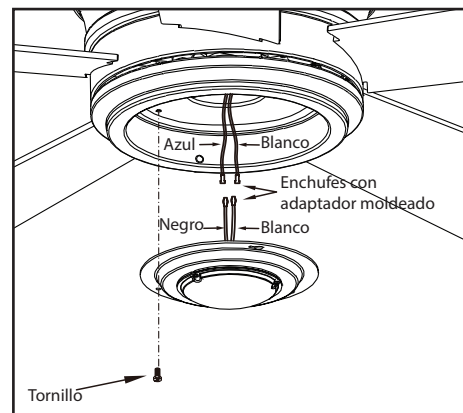

Figura 15
3. Quita un tornillo de la carcasa del kit de luces y afloja, pero no quites, los otros dos. Conecta los cables del conjunto del soporte del kit de luces a los cables del conjunto motor-ventilador uniendo los enchufes moldeados del adaptador. Coloca con cuidado todos los cables y empalmes dentro de la caja del interruptor. (Figura 15)
Gira el conjunto del soporte kit de luces hacia la derecha y aprieta los tornillos. Vuelve a instalar el tornillo que retiraste en el paso 3 y apriétalo firmemente. (Figura 15)